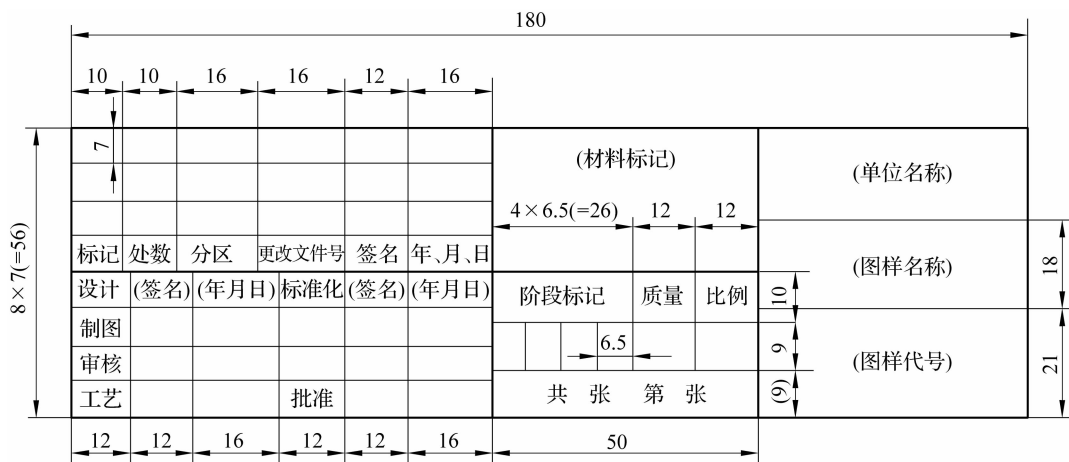

图 1-1-6 标题栏
- (1)每张图样中均应有标题栏。
- (2)标题栏一般配置在图框右下角,文字方向为看图方向。
- (3)标题栏一般由更改区、签字区、其他区、名称及代号区组成,如图 1-1-6 所示。